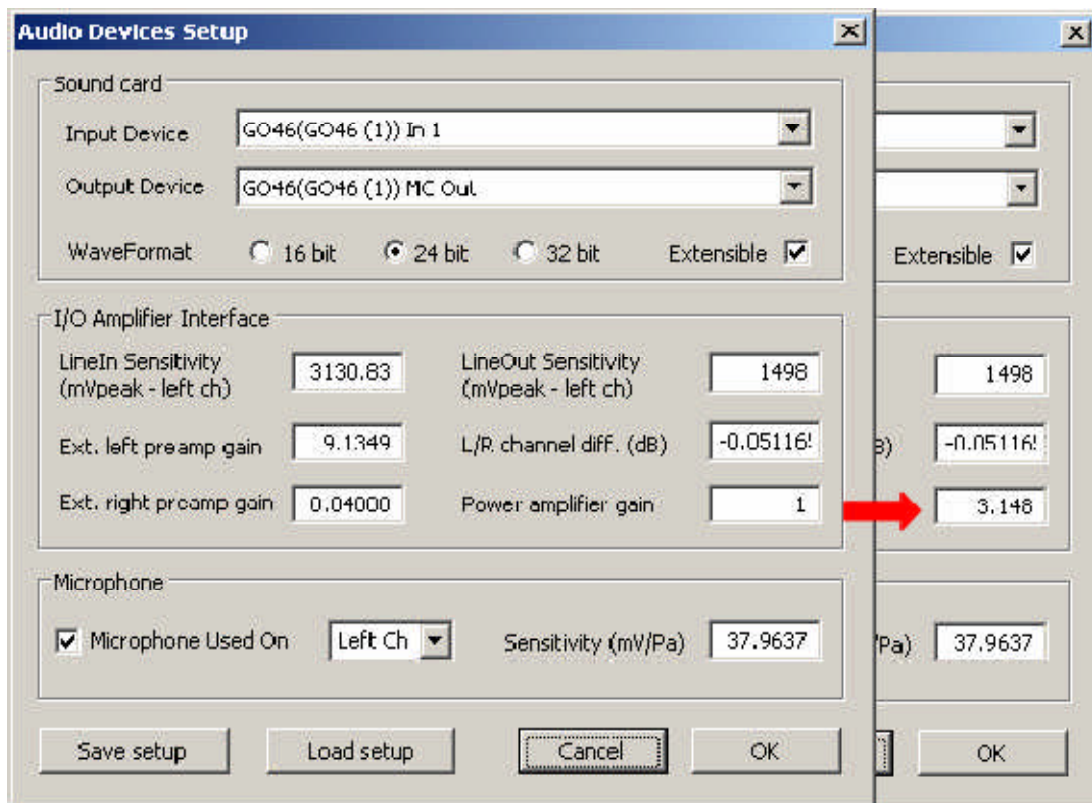

Figura 3.6. Menu di configurazione dei dispositivi audio in ARTA e STEPS.
Per esempio: dopo aver eseguito le registrazioni FR, i seguenti valori sono stati ottenuti a 1kHz (Figura 3.7): canale singolo = 106.21dB; doppio canale = 96,25 dB. Quindi, la differenza è 9,96 dB e il guadagno dell'amplificatore di potenza =  $10^{(9,96 / 20)} = 3,148$ . Dopo aver inserito questo valore nel campo 'Guadagno amplificatore di potenza' (Figura 3.6), le misurazioni a canale singolo e doppio effettuate entro i limiti dell'errore della scheda audio e dell'amplificatore devono corrispondere.
3. Immettere il valore assoluto del divisore di tensione  $G$  come "Preamplificatore est destro" (vedere la Figura 3.6).